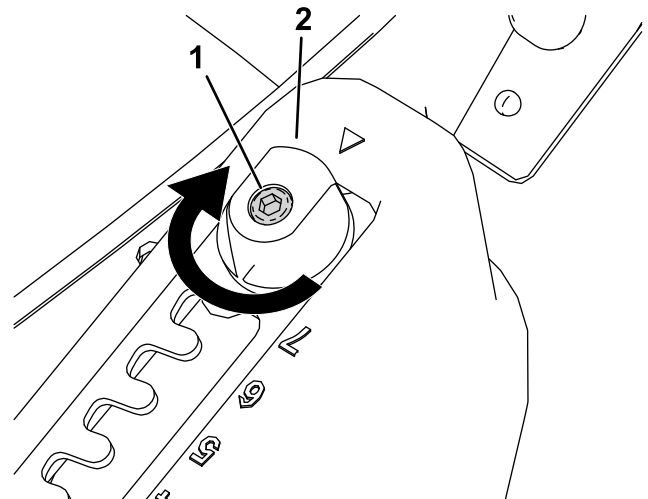
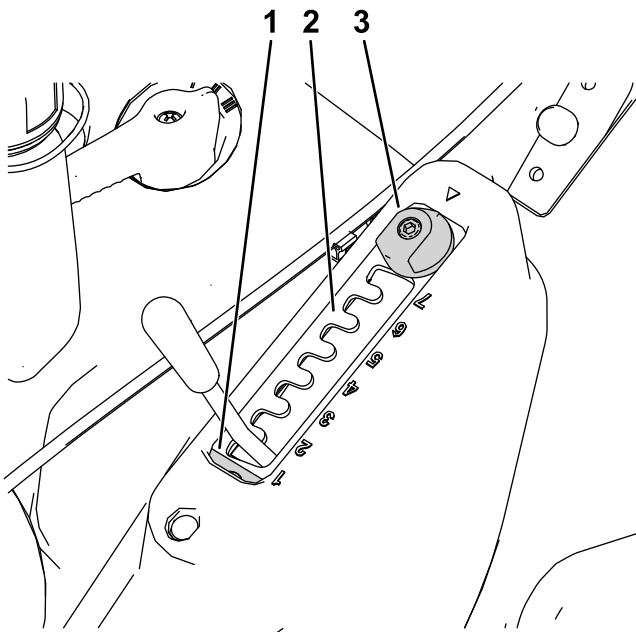

Figura 13
Figura 14
1. Slăbiți urubul de fixare a plăcii de selectare cu o cheie imbus hexagonală (Figura 13).
2. Rotiți cu 180° elementul de reglare Matchcut (Figura 13 și Figura 14).